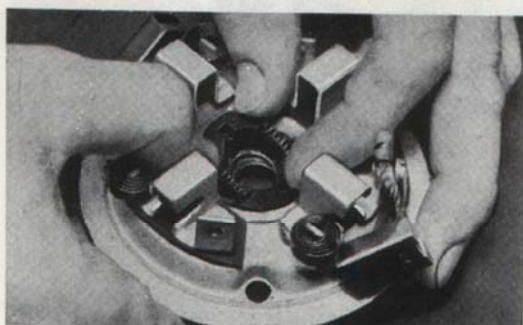

Bild 68. Montering av rotorbroms
1. Montera rotorbromsen i bakre lagerskölden, se bild 68, samt ledningen mellan plusbortarna.